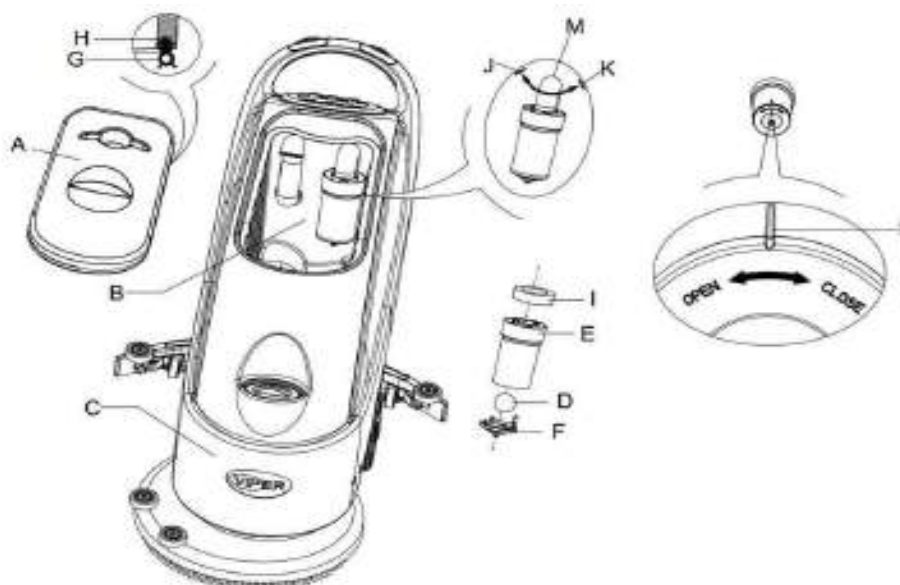

Рисунок 11
2. Нажмите кнопку включения питания (38) и установите ее в позицию “O” для отключение устройства.
3. Откройте резервуар для воды (A, Рисунок 11), и снимите поплавков устройства (36) из резервуара для грязной воды.
4. Используйте чистую воду для очистки крышки (A), резервуара (B и C), и опорной рамы фильтра-поплавка (E). Через отверстие трубы (15), слейте всю воду из резервуара.
5. При необходимости, возле символов “Open” и “Close” как показано на **рисунке 11**, отсоедините нижнюю крышку (F) от фильтра-поплавка и очистите поплавок (D), опорную раму (E), а также фильтр подушки (I). После очистки зафиксируйте фильтр-поплавков на опорной раме (E), а затем выровняйте паз (L) на нижней крышки (F) с пазом поплавкового фильтра (L) к опорной раме (E). Поверните нижнюю крышку (F) с точкой фильтра-поплавка и закрепите плотно фильтр к подушке (I) на опорную раму фильтра-поплавка (E), а затем на Вакуумную трубку (M).
6. Проверьте герметичность уплотнительного кольца (G) крышки резервуара с водой..